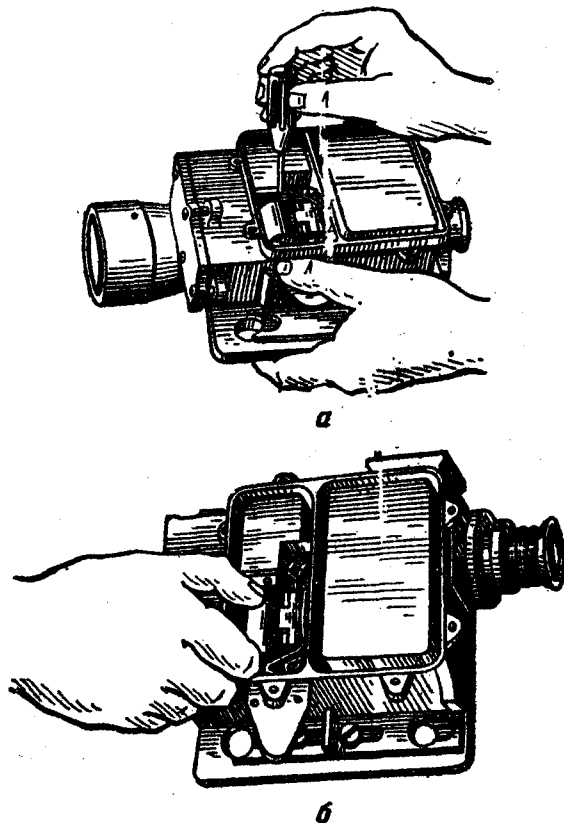

Рис. 67. Замена разрядника у прицела ППН-2:
- вывинтить на 3—4 оборота винты, крепящие разрядник, и отделить его (рис. 67);